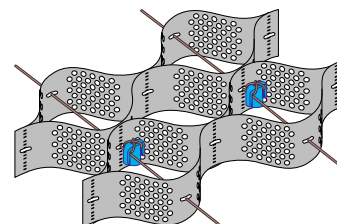

Figura 18 Clips de Fijación ATRA®
- En estos casos, los clips de fijación ATRA® transfieren la carga desde las secciones Geoweb hacia los tendones. Ver Figura 18.